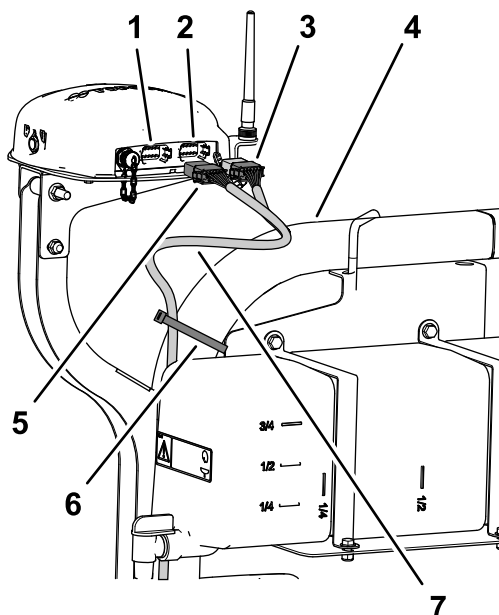

Figura 196
2. Disponete la diramazione da 390 cm del cablaggio dati lungo il tubo del ROPS di destra con il connettore a 12 prese (grigio) e il connettore a 12 prese (nero) in alto, verso il ricevitore di navigazione (Figura 196).
7. Fissate la diramazione da 390 cm del cablaggio dati al tubo del ROPS di destra con 2 fascette per cavi, come illustrato nella Figura 196.